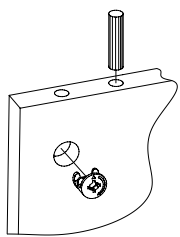

Рис.2
2. Вставьте головки минификсов и шканты в детали 3, 4, 6, 7 (Рис. 2).